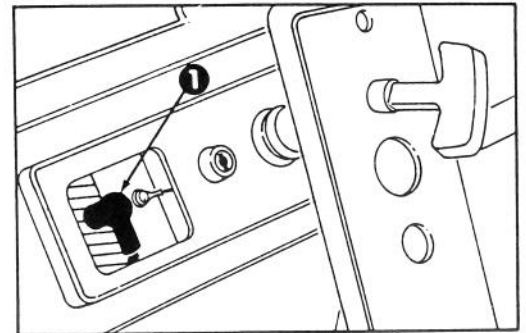

Fig. 16
2. RIMUOVETE LA CANDELA (Fig. 16) — Staccate il cavo ad alta tensione dalla candela e togliete la candela. Esaminatela e sostituirla se è incrinata, incrostata o sporca. NON PULITE LA CANDELA CON SABBIA O CON UNA SPAZZOLA DI FERRO PERCHÉ LA GRANIGLIA POTREBBE STAC-